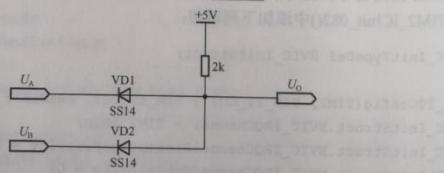

图 6.29 输入电路
(7) 图 6.29 所示输入电路中, 输入信号  $U_A$ 、 $U_B$  与输出信号  $U_O$  之间的关系是( )。二极管的正向导通压降为 0.3V, 当  $U_A = U_B = 3V$  时,  $U_O$  为\_\_\_\_V。